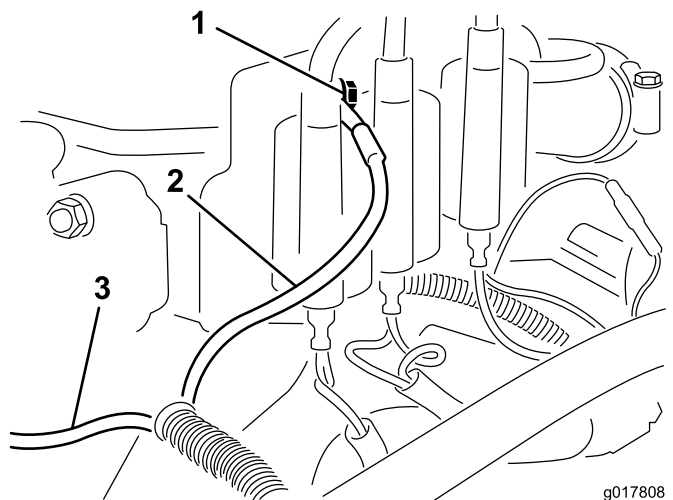

Figura 5
9. Collegate il cavo nero sul cablaggio preassemblato a terra al motore utilizzando un bullone a bobina o altri metodi appropriati (Figura 5).